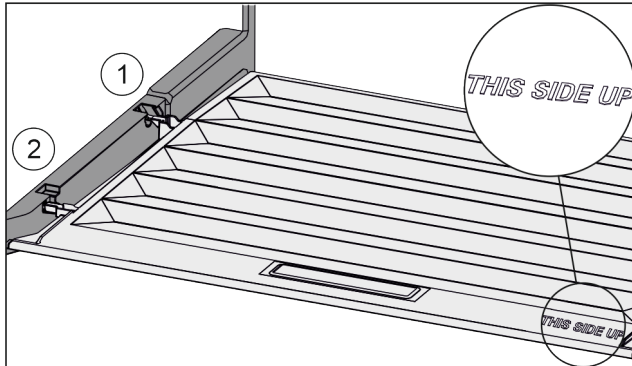

Fig. 116
- ▶ Introduire les rainures du couvercle par l'orifice du support arrière Fig. 116 (1) et les enclencher à l'avant dans le support Fig. 116 (2).